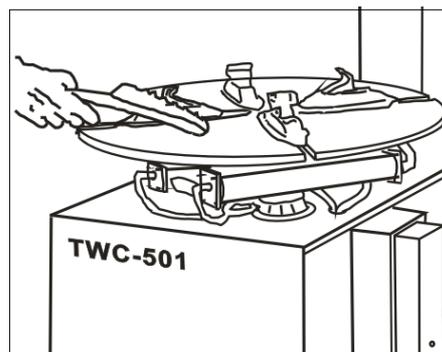

Рис.19
- Ежедневно очищайте поворотный стол, зажимы, направляющие (Рис. 19); очищайте и смазывайте колонну.